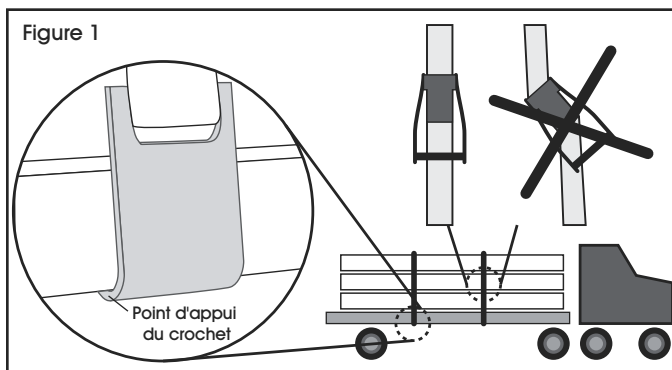

Figure 1
**NOTE:** Handle must always be in line with direction of pull to achieve Working Load Limit. (See Figure 1)
REMARQUE : La poignée doit toujours être alignée dans le sens de la traction afin d'obtenir une limite de chargement fonctionnelle. (Voir figure 1)